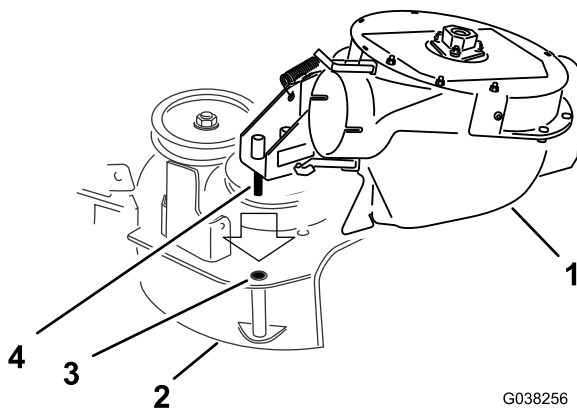

Figura 27
1. Alinhe o pino de articulação no soprador com o orifício do pino de articulação na plataforma do cortador (**Figura 27**).
2. Baixe o soprador e faça deslizar o pino de articulação para o orifício da articulação (**Figura 27**).